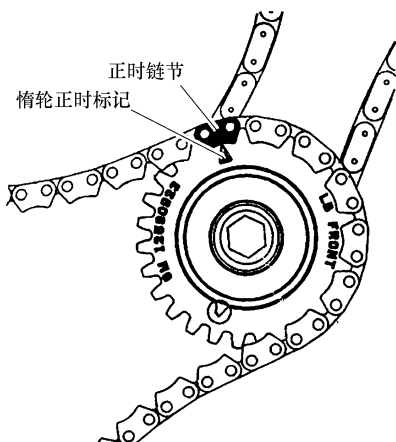

图 20-35 左凸轮轴中间传动链条惰轮的正时标记对准正时链节
- 3) 左凸轮轴中间传动链条惰轮的正时标记应对准正时链节，如图 20-35 所示。